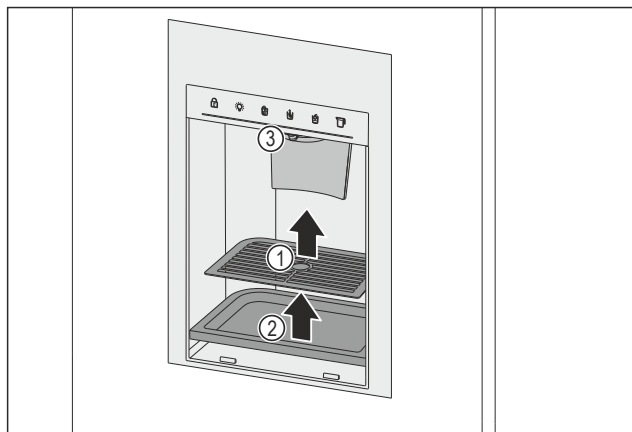

Fig. 156 Retrait de la grille d'écoulement et du bac d'écoulement
- Retirer la grille d'écoulement Fig. 156 (1).
- Retirer le bac d'écoulement Fig. 156 (2).
- Nettoyer l'évacuation Fig. 156 (3) et la zone environnante avec un chiffon doux et propre, de l'eau tiède et un peu de produit de nettoyage.